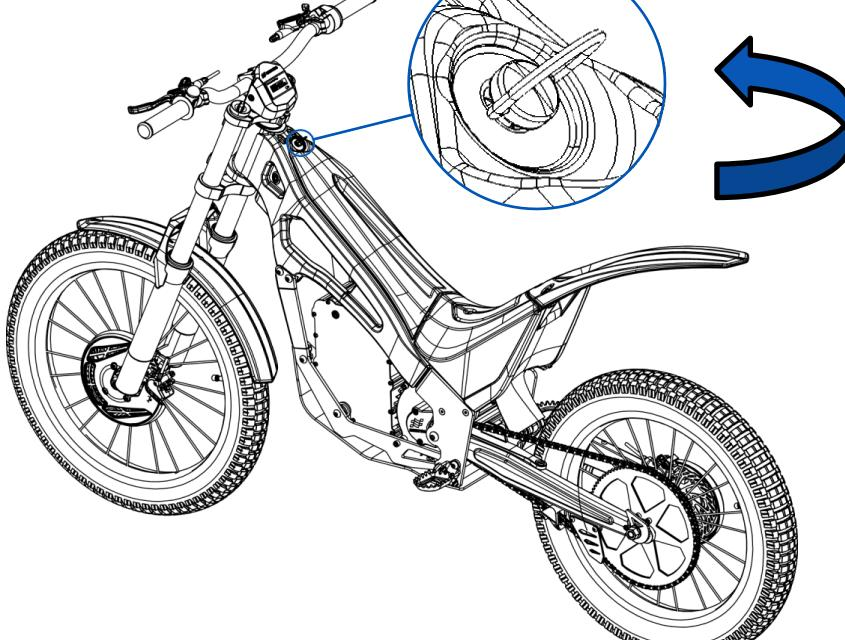

Fig. 36
2- A continuación, debe girar el tornillo rápido situado en la parte superior (Fig. 36) media vuelta hacia la izquierda. Debe extraerlo sin llegar a sacarlo de la carcasa superior, para poder extraer dicho componente del bastidor.
- 2- A continuación, debe girar el tornillo rápido situado en la parte superior (Fig. 36). Debe extraerlo sin llegar a sacarlo de la carcasa superior, para poder sustraer dicho componente del bastidor.